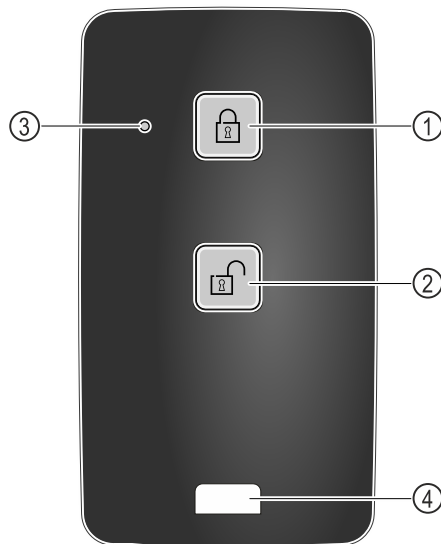

Fig. 249
- Toets Fig. 249 (1) op de afstandsbediening indrukken.
- Toets Fig. 249 (2) op de afstandsbediening indrukken.
- Statusled Fig. 249 (3) geeft bij indrukken van een toets een optische terugmelding.
- Oog Fig. 249 (4) voor de bevestiging van de afstandsbediening, bijvoorbeeld aan een sleutelbos.